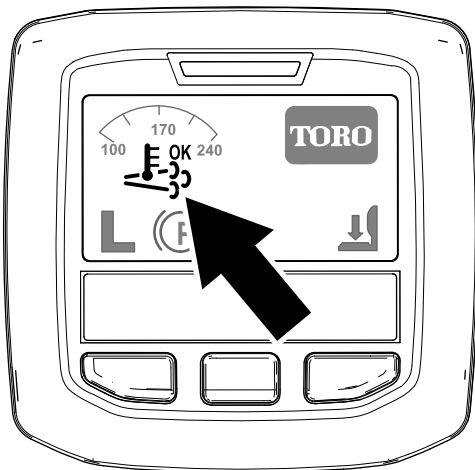

Figura 38
- O ícone da regeneração assistida/de reposição surge no InfoCenter (Figura 38).